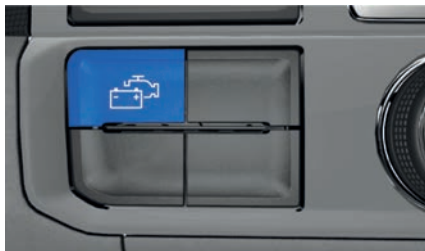

Abb. 130 Im oberen Teil der Mittelkonsole: Taste für maximale Batterieladung.
1. Taste drücken → **Abb. 130**.